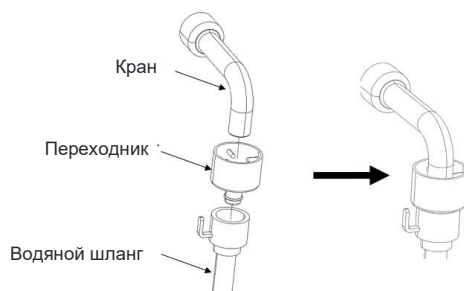

РИС. 12
- 3) Прикрепите водяной шланг к переходнику, как показано на РИС. 12.